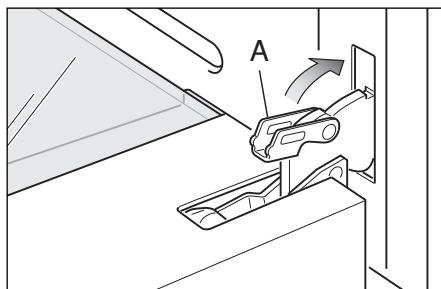

Fig. 47d
- 4 Déverrouillez la porte du four en l'ouvrant complètement et en fermant le levier « A » sur les charnières gauche et droite (Fig. 47d).